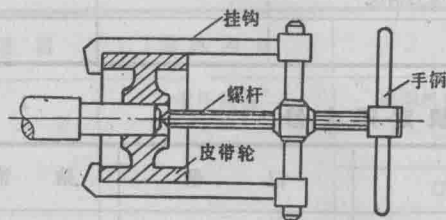

图 1-4 用拉具拆卸皮带轮
1) 拆卸联轴器或皮带轮 首先，在联轴器或皮带轮的轴伸端上做好尺寸标记，然后取下联轴器或皮带轮的定位螺钉或定位销子。装上拉具，拉具的挂钩（二根或三根）对称地钩住皮带轮或联轴器的内圈。并将螺杆对准电动机转子轴中心，转动手柄，慢慢将皮带轮或联轴器拉出，如图 1-4 所示。如
1) 用拉具拆卸 选用大小合适的拉具, 拉具的挂钩对称地钩在轴承内圈上, 不能放在轴承外圈上, 否则要拉坏轴承。拉具螺杆的顶点要对准轴的中心, 动作要慢, 用力要均匀, 可参考图1-4。